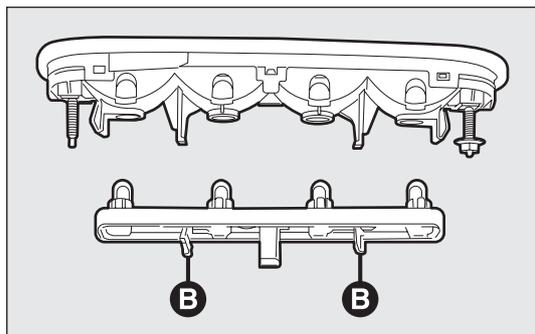

fig. 197
- agendo in modo contrapposto sulle alette B-fig. 197 estrarre il portalampe;